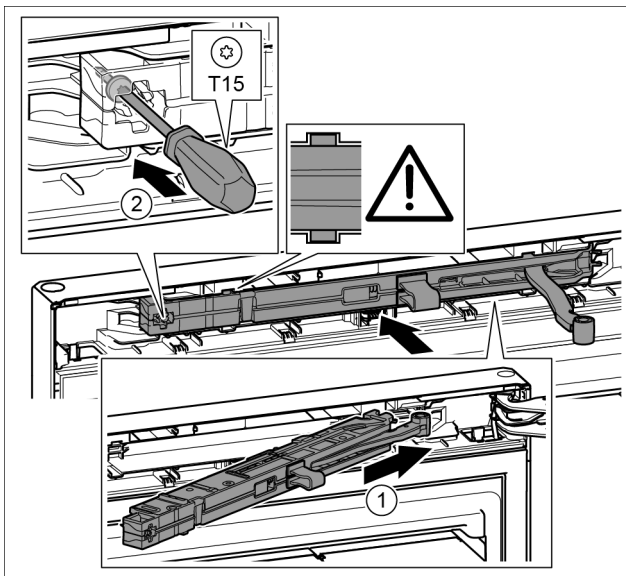

Fig. 21
- ▶ Introduzca la unidad de amortiguador de cierre en el lado del soporte de cojinete en posición inclinada en la escotadura hasta el tope. Fig. 21 (1)
- ▶ Apriete el tornillo con un destornillador T15. Fig. 21 (2)